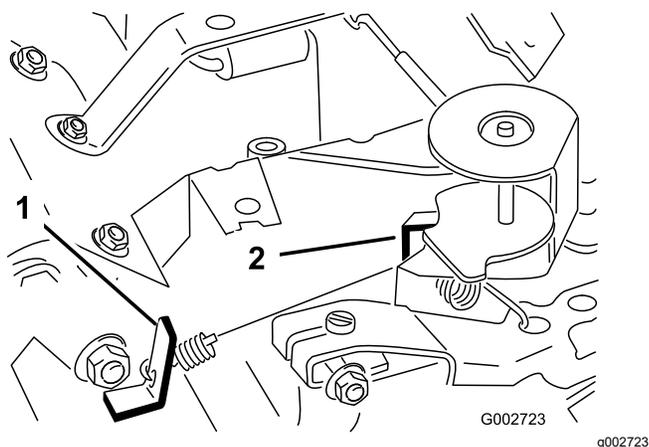

Figure 42
3. Courbez la languette d'ancrage du ressort de ralenti réglé (Figure 42) pour obtenir un régime de ralenti de 1 675 à 1 875 tr/min.
6. Courbez la languette d'ancrage du ressort de haut régime (Figure 42) pour obtenir un haut régime de 3 350 à 3 450 tr/min.